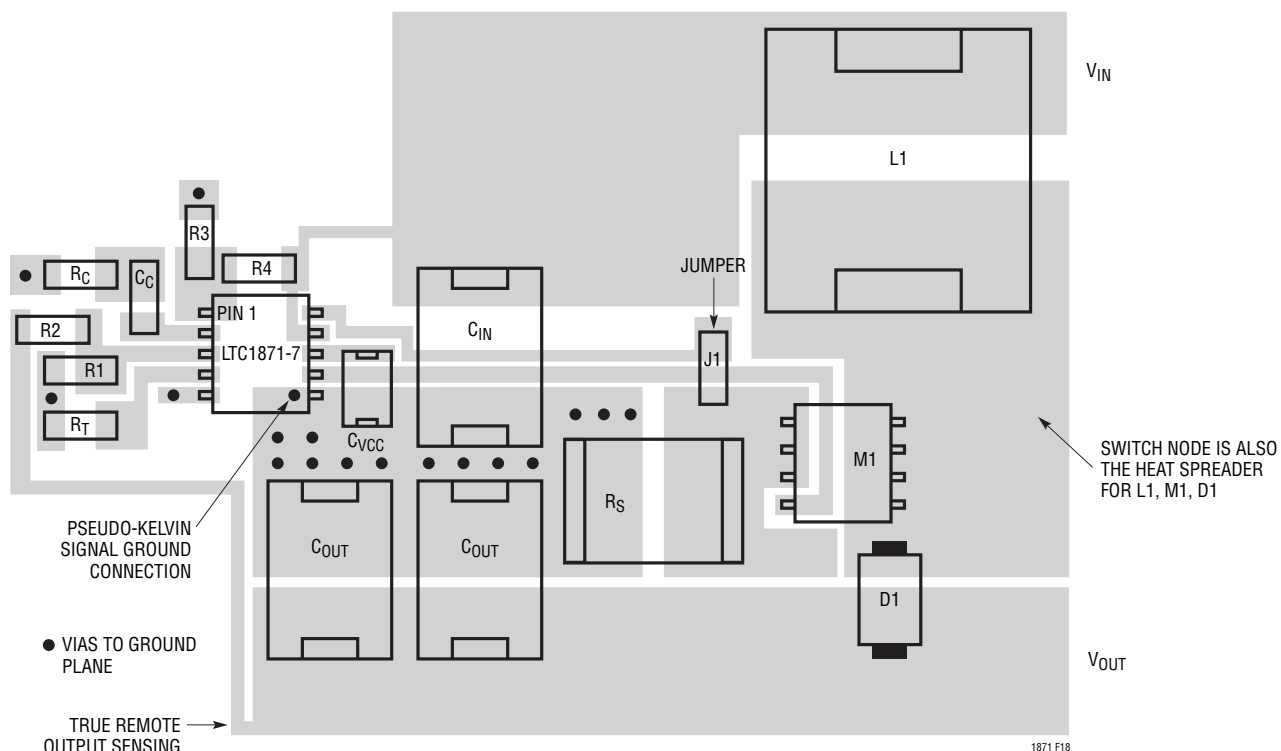

図18. LTC1871-7昇圧コンバータの推奨レイアウト
6. 小信号部品は高周波数のスイッチング・ノードから離して配置します。図18に示されているレイアウトでは、全ての小信号部品はICの一方の側に配置され、全てのパワー部品は他の側に配置されています。このため、信号グラウンドに擬似ケルビン接続を使うことができ、di/dtが高いゲート・ドライブ電流はICのグラウンド・ピンから一方に(INTV_{CC}のデカップリング・コンデンサのボトム・プレートに向かって)流れ、小信号電流は他の方向に流れます。